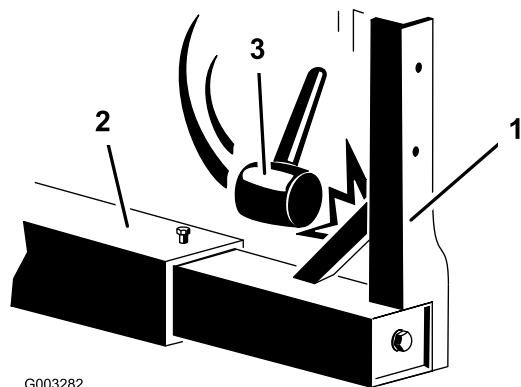

Figura 2
6. Utilizando um maço de plástico ou borracha, bata no poste para fazer recuar a estrutura (Figura 2).